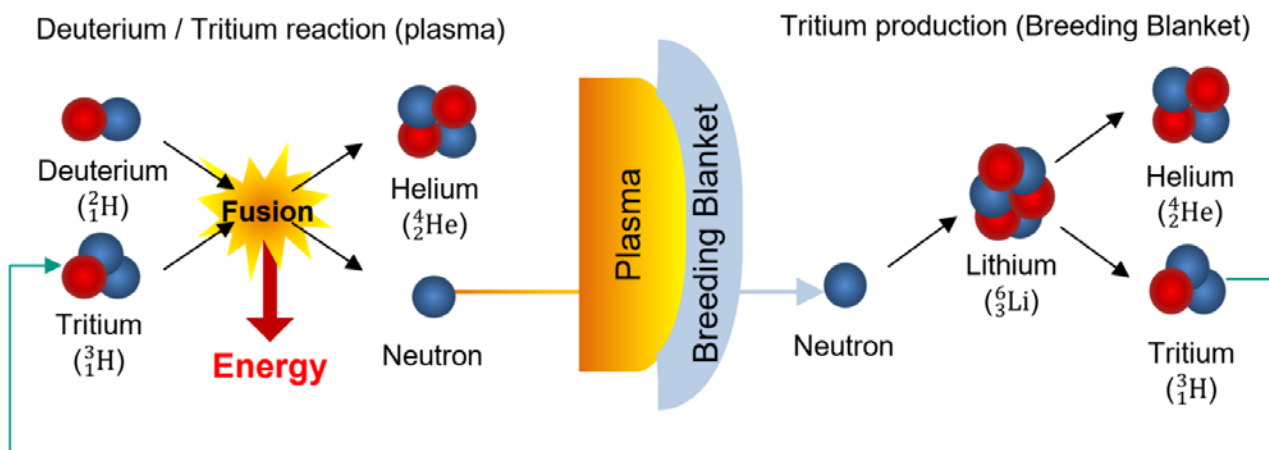

Рисунок 3 – Схема получения трития во внутрисадочных blankets
4. Одной из задач на более поздних этапах работы ITER является демонстрация возможности производства трития в вакуумном сосуде. Мировых поставок трития (который используется с дейтерием для подпитки реакции синтеза) недостаточно для удовлетворения потребностей будущих электростанций. ITER предоставит уникальную возможность испытать макет внутрисадочных тритиевых blankets в реальных условиях термоядерного синтеза (рис.3).